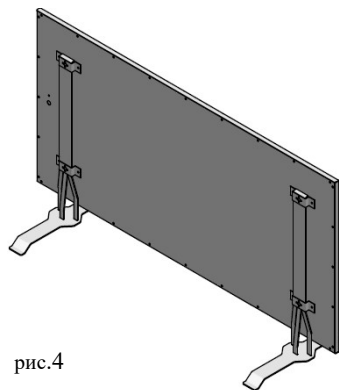

рис.4
- Отметьте места отверстий по таблице (рис. 4), просверлите отверстия, вставьте шпонки и ввинтите частично винт, оставьте наружу около 5мм.
Монтаж – отдельная установка (рис. 4)